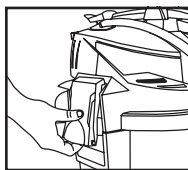

FIGURA 3
5. Vuelva a colocar la tapa del depósito. Eleve los sujetadores y colóquelos en las ranuras sobre la cubierta como se muestra en la **FIGURA 3**. Presione sobre la parte inferior de los sujetadores para trabar en su lugar.